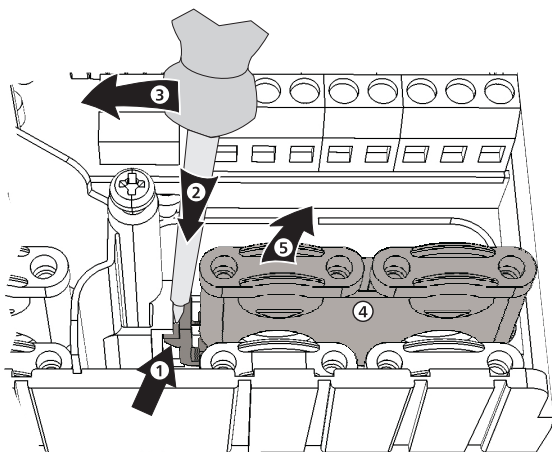

Fig. 5 : Retirer le pont de plastique droit
1. Placer le tournevis au niveau du pont de plastique droit ② entre le boîtier et la borne à ressort ①, (fig. 5).
2. Appuyer le tournevis avec précaution vers la gauche ③. Soulever ainsi la borne à ressort ① vers la droite jusqu'à ce que le pont de plastique ① soit dégagé.
3. Tirer à la main le pont de plastique vers le haut ⑤.